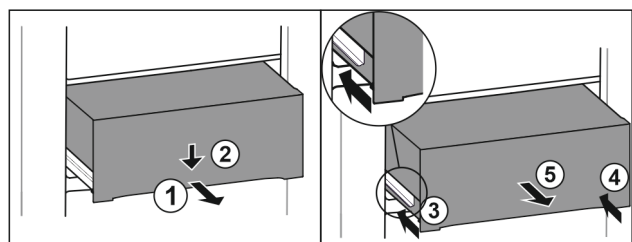

Fig. 208
- Вытяните выдвижной ящик наполовину. Fig. 208 (1)
- Вдавите выдвижной ящик в передней части вниз. Fig. 208 (2)
- Задвиньте левую направляющую прим. на 2 см. Fig. 208 (3)
- Задвиньте правую направляющую прим. на 2 см. Fig. 208 (4)
- Извлеките выдвижной ящик движением вперед. Fig. 208 (5)